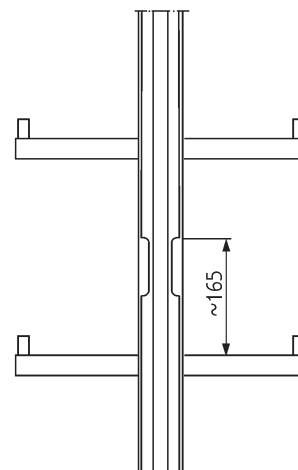
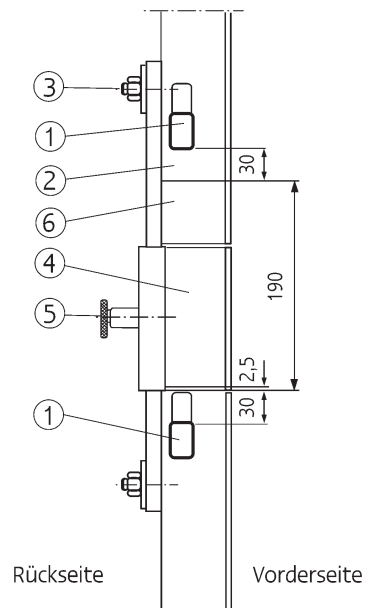

Abb. 2: Erstaz für eine Ausklingung
Abb. 3: Ersatz für einen Entnahmeschieber
1.2 Der Einbau der Entnahmeklappe erlaubt es dem Benutzer, innerhalb der Fallschutzleiter den Fallschutzläufer zu entnehmen oder einzuführen. Die Entnahmeklappe kann sowohl an einer bereits vorhandenen Mittelholm-Ausklingung (Abb. 2) als auch an einem vorhandenen Einführ- und Entnahmeschieber der älteren Generation nachgerüstet werden.
Die Entnahmeklappe sollte max. 1 m über der jeweiligen Einstiegsebene zwischen zwei Sprossen (1) angebracht werden. Das 55 mm lange Ausgleichsstück (6) (Abb. 3) mit Hakenkopfschraube entfernen (Ausgleichsstück und Hakenkopfschraube werden nicht benötigt).
Das 55 mm lange Ausgleichsstück (6) (Abb. 3) mit Hakenkopfschraube entfernen (Ausgleichsstück und Hakenkopfschraube werden nicht benötigt). Das obere Ende der vorhandenen Ausklinkung darf, gemessen von OK. der unteren Sprosse (Abb. 2), 165 mm liegen. Nur dann kann die Entnahmeklappe ohne das Ausgleichsstück eingebaut werden. Weitere Montage wie in Punkt 2 beschrieben.
4. Montage der Entnahmeklappe anstelle eines Einführ- und Entnahmeschiebers mit oder ohne Sicherungshebel (Abb. 3)